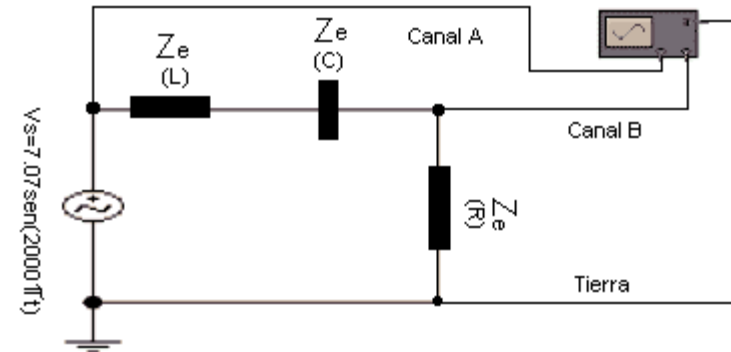

Figura 5.5.4.1
Con los elementos R, L y C que midió en la parte 5.5.1 del desarrollo y cuyos valores registró en la Tabla 5.3.1.1, alambre el circuito de las Figura 5.5.4.1. Note que éste es el mismo circuito que simuló en la parte 5.5.3 del desarrollo.
5.6.1 Calcule analíticamente la impedancia total equivalente del circuito de la Figura 5.5.4.1. Compare los calculados con los medidos en el experimento 5.5.4. Tome para cada elemento su impedancia equivalente Ze a la frecuencia de mediación más cercana a la de trabajo en el circuito.
5.6.2 Calcule analíticamente la magnitud y ángulo de fase de la corriente total (I) en el circuito de la Figura 5.5.4.1. Compare los valores calculados con los obtenidos en el punto 5.5.4 del desarrollo.